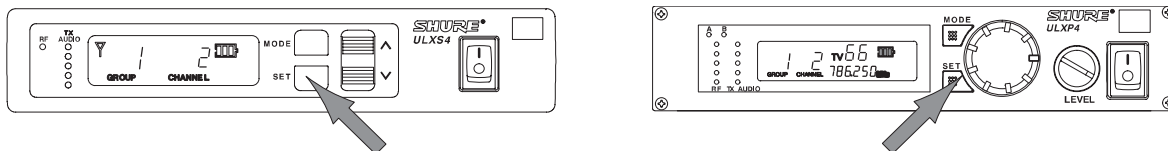

FIGURE 11
3. Pour accorder le récepteur au nouveau canal, appuyer sur le bouton «SET». L'affichage revient au mode par défaut, comme illustré à la figure 11.